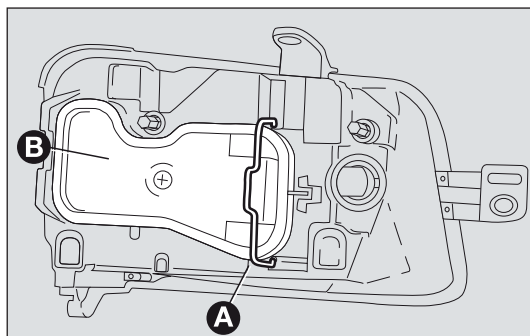

fig. 141
- ☐ quite la ballestilla de fijación A-fig. 141 y extraiga la tapa B;